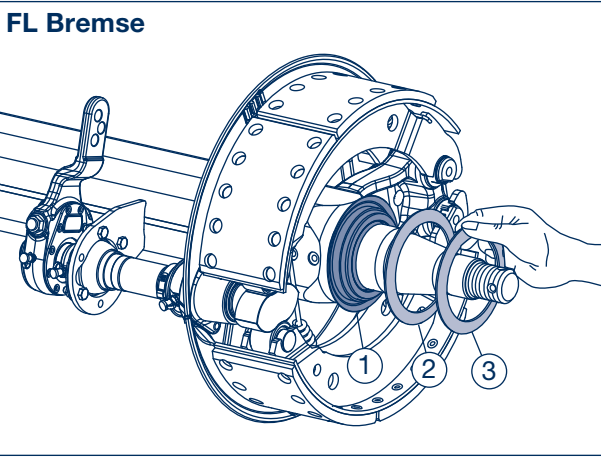

Bild 39
- [1] FL Bremse / Bild 39:
- [4] FL Bremse / Bild 39: